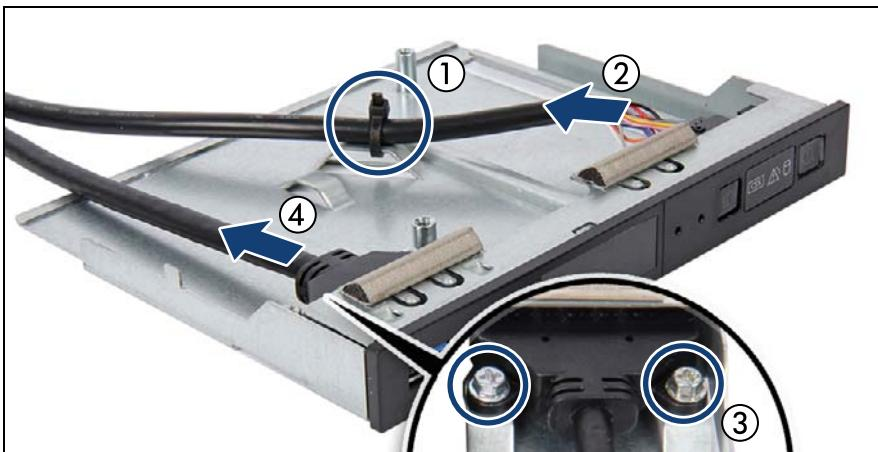

図 244: フロントパネルケーブルの取り外し
(図 244 を参照)。
- ▶ フロント USB ケーブルを新しいフロントパネルモジュールに接続して、2 本のネジで固定します (図 244 を参照)。